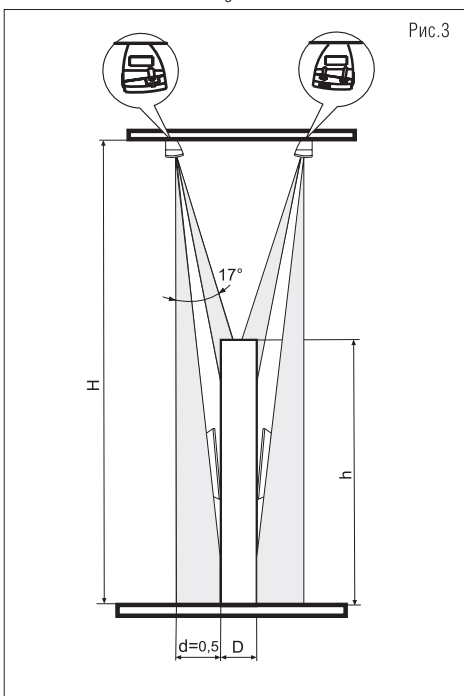
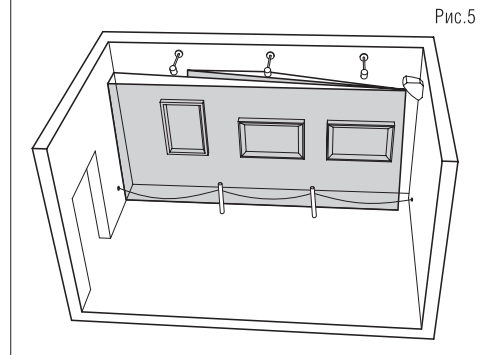

Рис.3
Рис.5
Для дневной охраны картин используются плоскости основания для крепления на потолок - верхняя (Рис.3) или боковые (Рис.5).
- учитывать, что зона обнаружения по цели «человек» превышает зону обнаружения цели «рука человека», поэтому для исключения ложных тревог использовать естественные или искусственные ограждения желаемой зоны обнаружения (Рис.5).
При размещении ИС на стене, перпендикулярной охраняемой (Рис.5), высота установки может быть ниже 3 м и определяться высотой охраняемого предмета.
Для сужения зоны обнаружения в плоскости обнаружения (в горизонтальной плоскости) ИС устанавливается вертикальной стенкой основания не к плоскости картины, а разворачивается на  $180^\circ$  (см. Рис.3 и 5).
Если картина вывешена не на стене, а на ограниченной по высоте тумбе (см. рис.3), установленной внутри зала, то необходимо выполнение требований Таблицы 1, что соответствует соотношению  $D_{\text{min}} = (tg(17^\circ) \cdot (H-h) - d)$  при  $d=0,5$  м. Здесь  $d$  - желаемая глубина зоны обнаружения,  $H$  - высота потолка,  $h$  - высота тумбы,  $D_{\text{min}}$  - минимально допустимая глубина тумбы.